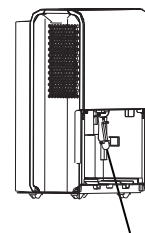

Imagen 12
-Retire el depósito de la unidad, saque la bomba y limpie el filtro de la bomba (Ver Imagen 12).